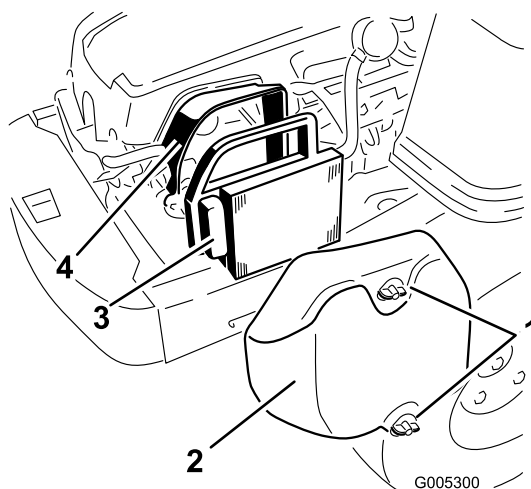

Figura 30
1. Remova a cobertura do filtro de ar (Figura 30).
2. Remova o elemento filtro de ar com o vedante de borracha completo (Figura 30).
5. Instale o elemento do filtro de ar com o lado dobrado “para fora” e assente o vedante de borracha nas extremidades da base do filtro de ar (Figura 30).
6. Volte a colocar a cobertura do filtro de ar e fixe-a com os dois manípulos (Figura 30).